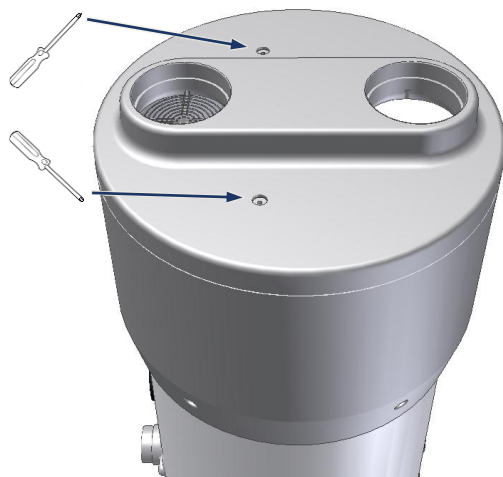

Fig. 98 – Rimozione copertura superiore
- Rimuovere la copertura superiore svitando prima le apposite viti di bloccaggio (Fig. 98);